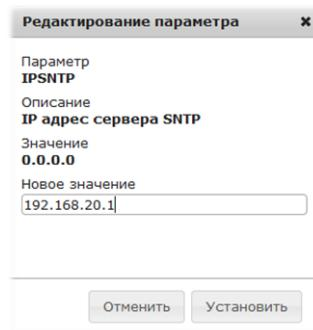

Рисунок 36 – Вид окна «Редактирование параметра IPSNTP»
- 3) в отобразившемся окне «Редактирование параметра IPSNTP» (см. Рисунок 36), ввести IP-адрес SNTP-сервера и нажать кнопку «Установить».